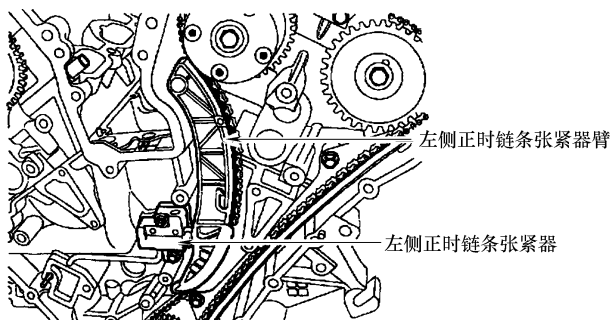

图 29-38 左侧正时链条张紧器和张紧器臂识别
30) 拆卸左侧正时链条自动张紧器和张紧器臂 (图 29-38)。